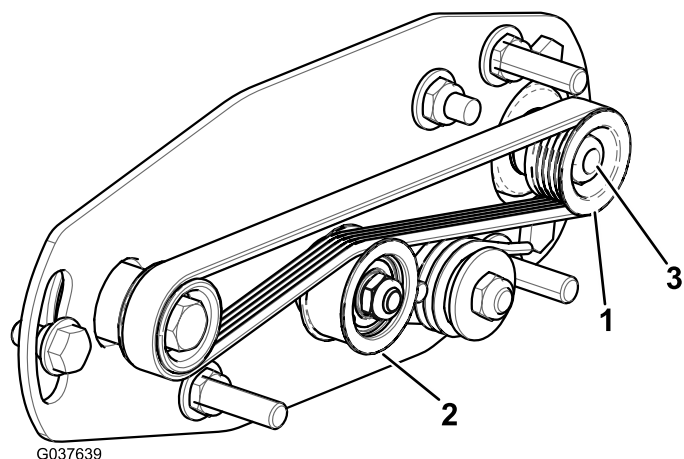
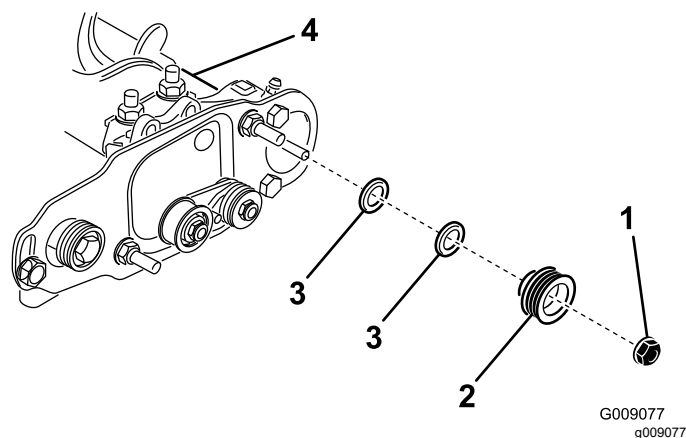

図 24
図 25
1. 受動プーリローラーブラシのシャフト位置のは内外に動かすことができます 図 24。
2. リールを回しながらつまり駆動プーリを回しながら、駆動プーリからベルトをはずす 図 24。
3. 受動プーリをブラシシャフトに固定しているロックナットを取り外す 図 24または 図 25。
4. シャフトから受動プーリを取り外す 図 25。
5. プーリを外側に出したい場合には、0.8mm 厚のワッシャを1枚入れる 図 25。
6. 図 25のようにプーリを取り付ける。